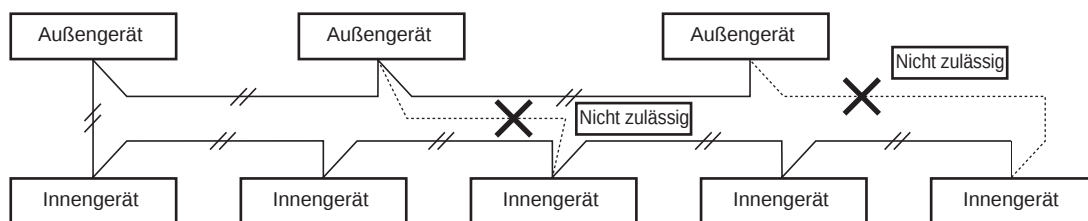

Abb. 4-3
- (1) Wenn Außengeräte innerhalb eines Netzwerks querverbunden werden sollen, muss die Kurzschlussbrücke des Abschlussteckers aller Außengeräte bis auf eines getrennt werden. (Bei Versand: kurzgeschlossen.) An Systemen ohne Verknüpfung (keine Kabelverbindung zwischen den Außengeräten) darf der Kurzschlussstecker nicht entfernt werden.
- (2) Die Steuerverbindungsverkabelung zwischen Geräten darf nicht so angeschlossen werden, dass eine Schleife gebildet wird. (Abb. 4-3)